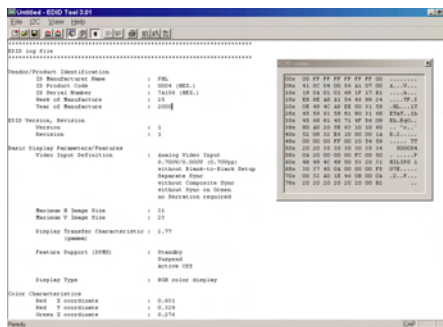

Fig. 13
4. Clique o ícone "Read EDID function" para ler os dados DDC EDID do monitor. Os códigos EDID serão mostrados na tela da fig. 13.